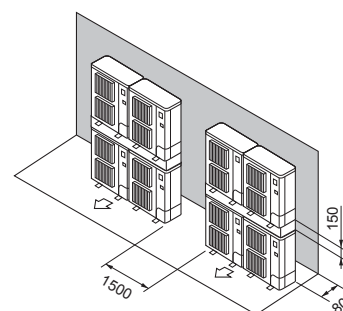

Fig. 2-15
- ⑦ Uppställning med staplade enheter (Fig. 2-15)